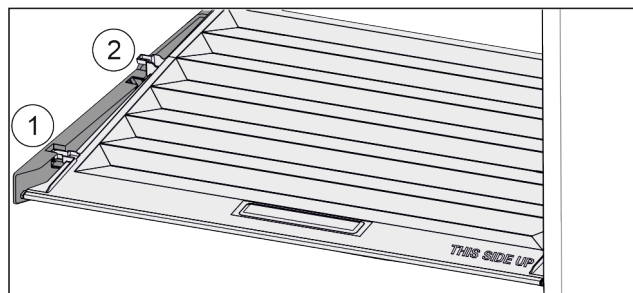

Fig. 44
- Vytáhněte víko dopředu až k otvoru v přídržných dílech Fig. 44 (1).
- Vzadu zespodu nadzvedněte a vyjměte směrem nahoru Fig. 44 (2).